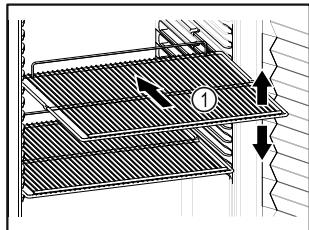

Fig. 78 例图
- 如果存放格栅 Fig. 78 (1) 可移动，则根据高度进行调整。